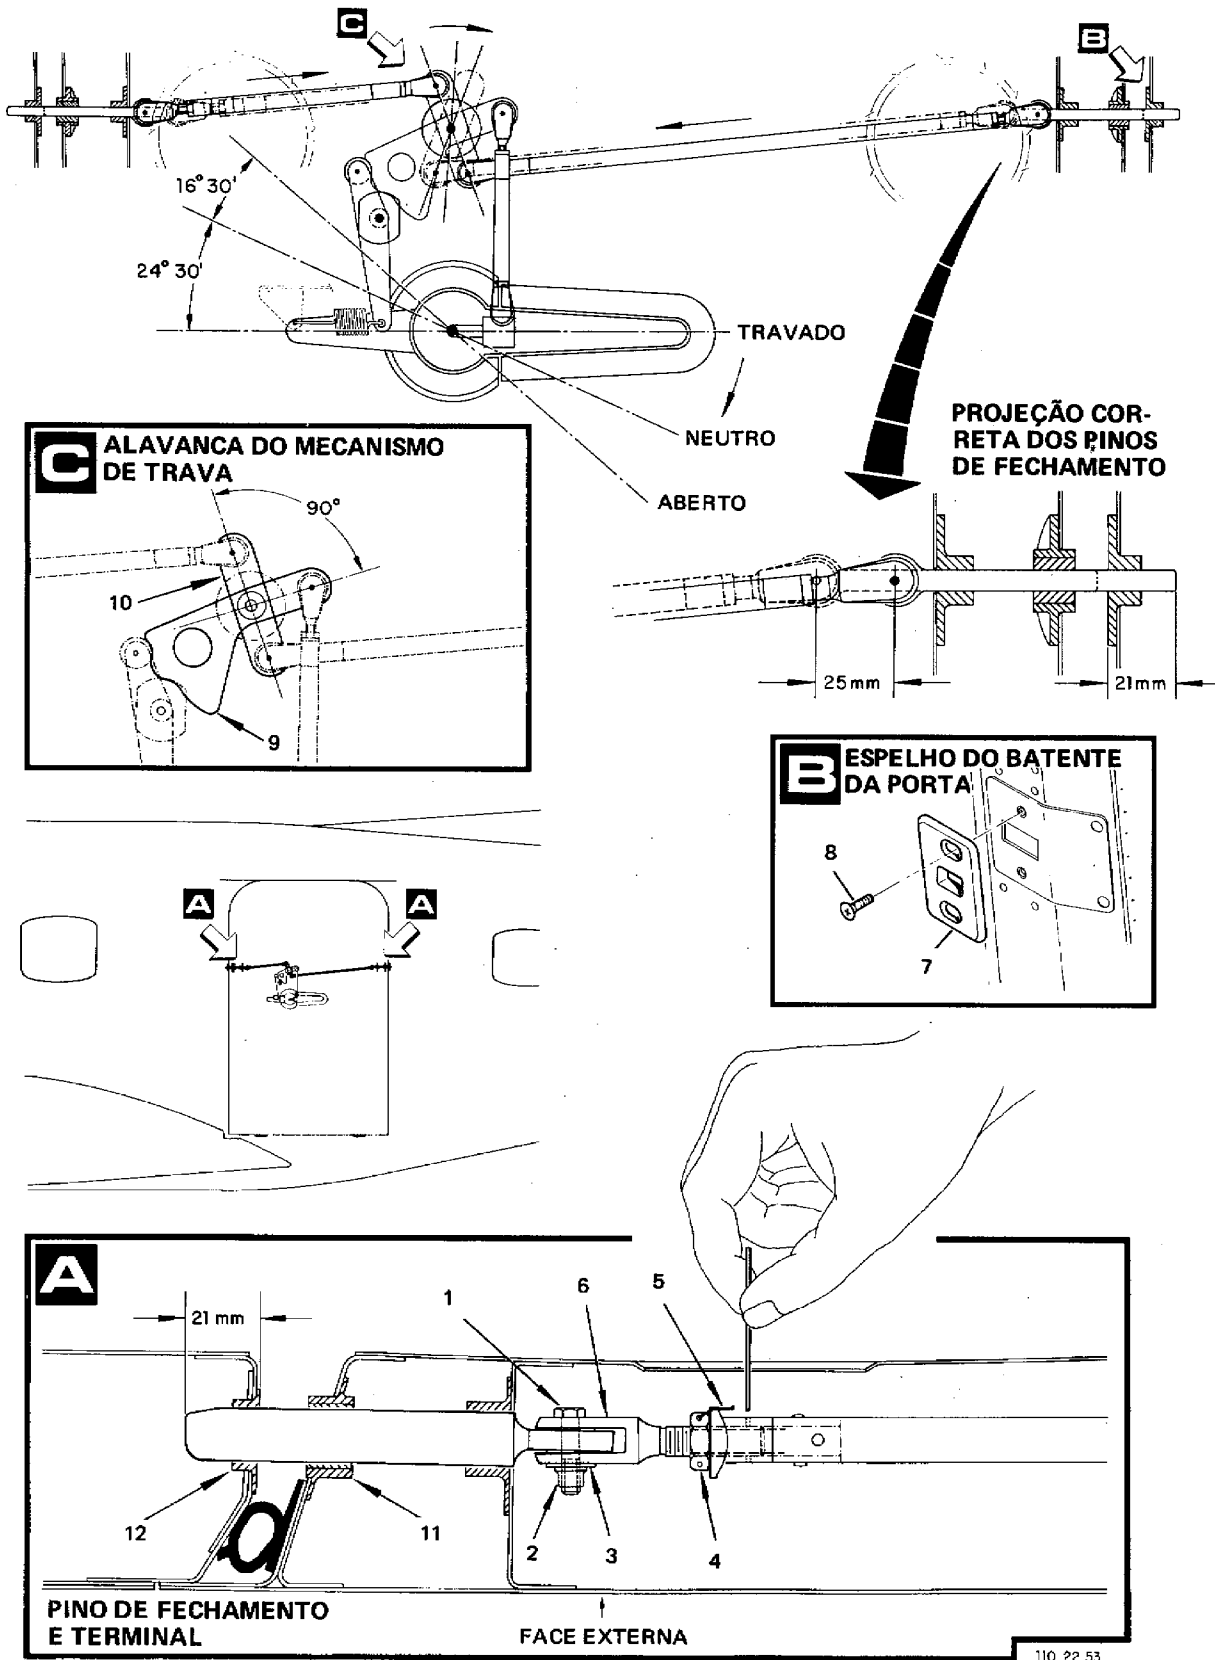

Figura 7-6. Regulação dos Pinos de Fechamento da Porta Principal
**7-49. REGULAGEM DOS PINOS DE FECHAMENTO DA PORTA PRINCIPAL (figura 7-6)**
1. Obtenha acesso ao mecanismo de trava da porta principal e verifique se as alavancas (9) e (10) formam um ângulo de 90° como indicado na figura 7-6 (detalhe C).
3. Retire as porcas (2), as arruelas (3) e os parafusos (1) (veja o detalhe A da figura 7-6).
4. Remova os arames de freio (5) e solte as porcas (4).
5. Gire os terminais (6) o necessário para conseguir a projeção correta dos pinos de fechamento.
8. Coloque os parafusos (1), as arruelas (3) e as porcas (2).
9. Verifique a parte regulável (7) dos espelhos do batente da porta, certificando-se de que esteja devidamente presa ao batente pelos parafusos de fixação (8) (veja o detalhe B da figura 7-6).